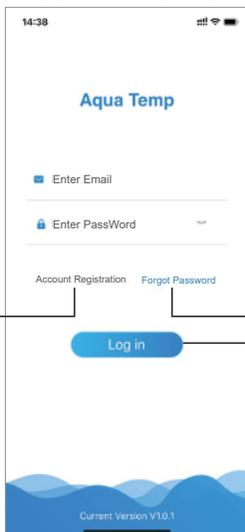
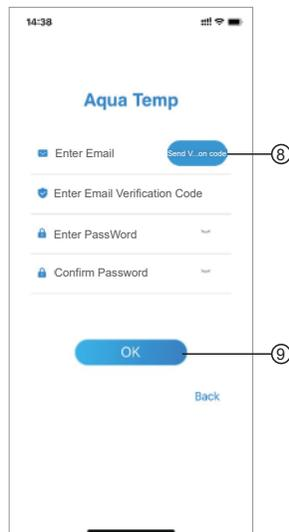

Рис.1 Интерфейс входа в учетную запись
Рис.3 Интерфейс восстановления пароля
1. Регистрация учетной записи: Чтобы зарегистрировать учетную запись, нажмите кнопку ① для перехода к интерфейсу регистрации учетной записи, введите соответствующую информацию и нажмите на кнопку ② для получения проверочного кода, после чего введите информацию приложения, щелкните ③, чтобы подробно ознакомиться с Политикой конфиденциальности, затем щелкните ④, чтобы подтвердить свое согласие, и щелкните ⑤, регистрация завершена. Учтите, что время действия одного проверочного кода составляет 15 минут, введите проверочный код в течение 15 минут, иначе придется запрашивать новый.
2. Вход в учетную запись: Следуйте инструкциям на странице (рис. 1), введите адрес электронной почты и пароль, нажмите кнопку ⑥ и перейдите к списку устройств;
3. Восстановление пароля: Если Вы забыли пароль, нажмите ⑦ (рис.1), чтобы перейти к интерфейсу восстановления пароля (Рис.3). Следуйте инструкциям на странице, заполните соответствующие данные, нажмите ⑧ для получения кода подтверждения по электронной почте, нажмите на кнопку ⑨ для подтверждения, и сброс пароля будет выполнен.